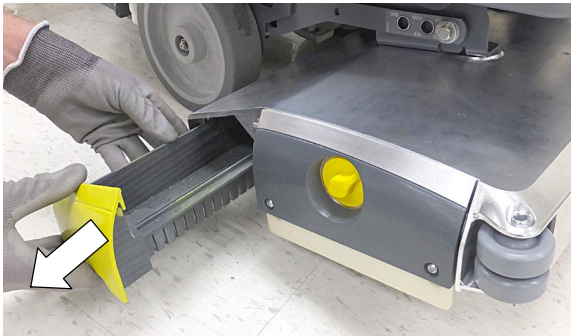

ABB. 22
- Entfernen Sie die Schmutzwanne, indem Sie sie aus dem Schrubbkopf ziehen (Abbildung 22).